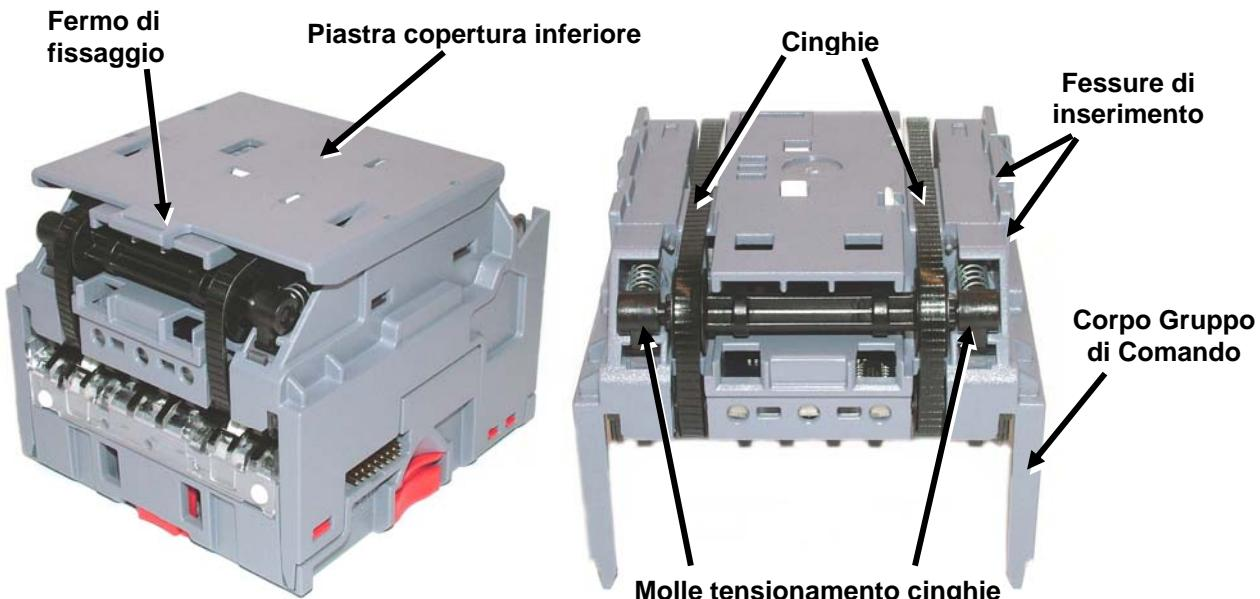

Figura 11 – Accesso Cinghie NV10
- Togliere la piastra di copertura inferiore sollevando il fermo di fissaggio e farla scivolare all'indietro con attenzione (vedi figura 11).